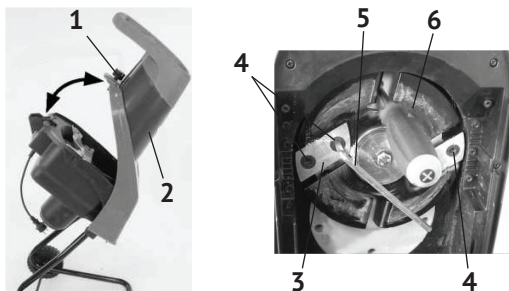

рис.5
8.2 Замена ножей см. рис.5:
- открутив винт крепления (рис.5 поз.1) отклонить загрузочную воронку (рис.5 поз.2) для доступа к режущему блоку;
- открутив винты (рис.5 поз.4) шестигранным ключом (рис.5 поз.5), снять с поворотного диска (рис.5 поз.6) ножи (рис.5 поз.3);